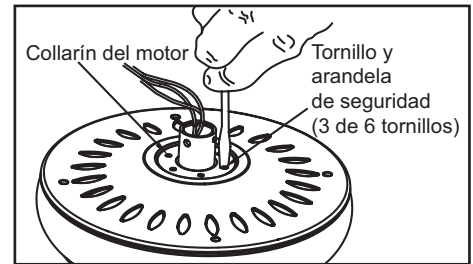

Figura 10
- Retira tres de los seis tornillos y arandelas de seguridad (alternados) que sujetan el collarín del motor a la parte superior de la carcasa del motor (Figura 10).